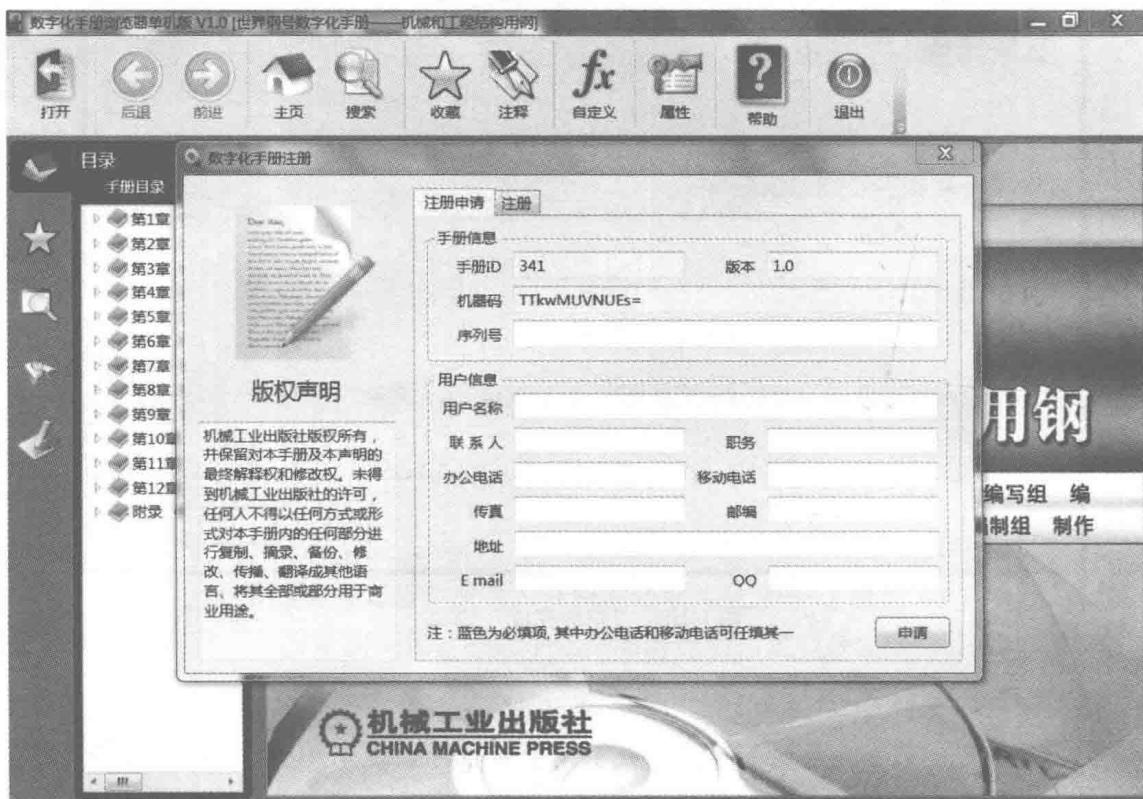
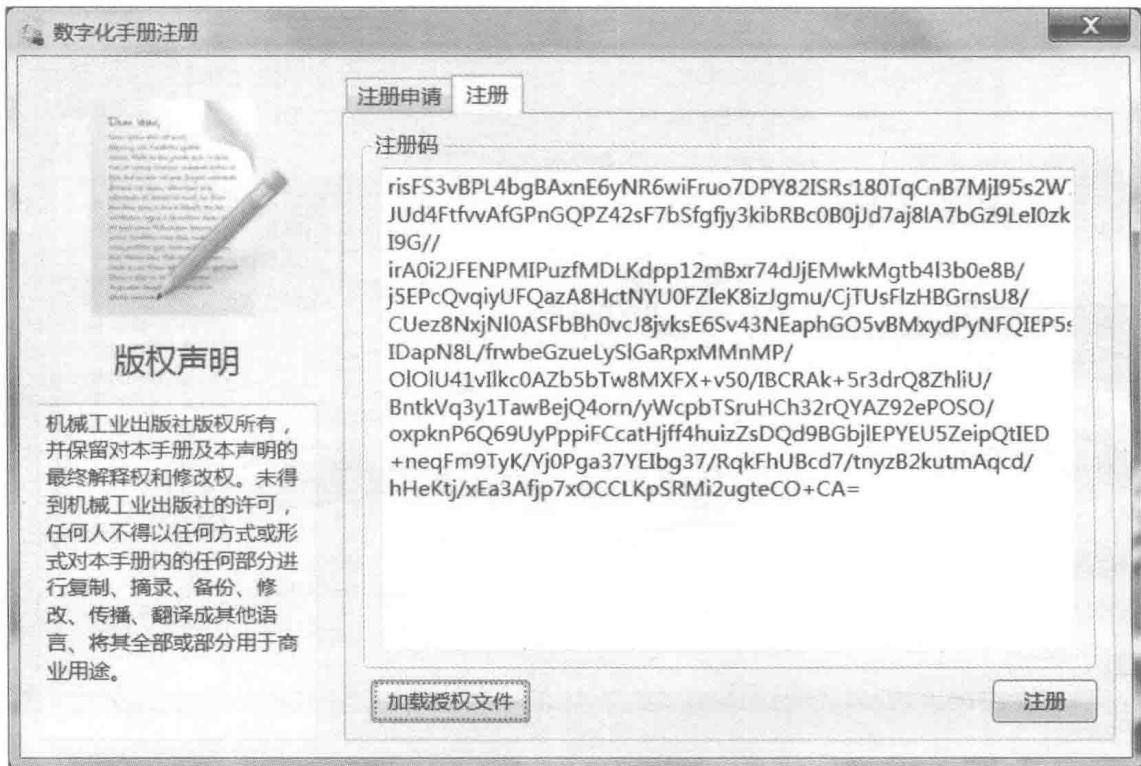

图 1-11 “数字化手册注册”对话框
图 1-13 “数字化手册注册”对话框的“注册”选项卡
当用户第一次打开数字化手册时，软件系统将自动弹出如图 1-11 所示的“数字化手册注册”对话框，要求用户完成注册并取得合法使用数字化手册的权利。只有在完成注册和取得授权后，用户才能正常使用数字化手册。
1) 当用户收到客服人员发送的手册授权文件（文件扩展名为 .lic）后，运行数字化手册，在系统自动弹出的“数字化手册注册”对话框（见图 1-11）中，单击“注册”选项卡，然后单击“加载授权文件”按钮，加载授权文件（见图 1-13）。最后，单击右下方的“注册”按钮，完成数字化手册的注册。